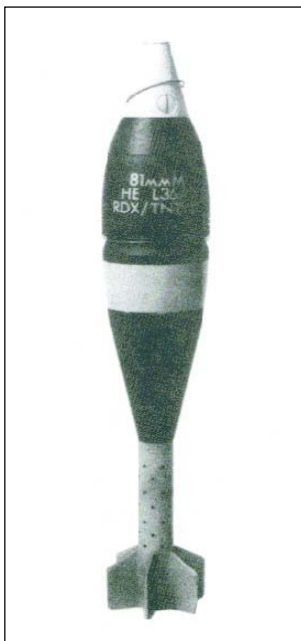

Fig 1-2. A Granada HE L36A2, Esopoleta L127
a. A explosão desta granada é letal num raio de 40 metros em torno do ponto de impacto e causa perigo em um raio de 190 metros em torno deste ponto. Alguns estilhaços poderão atingir distâncias maiores, mas eles não poderão ser considerados efetivamente. Essas distâncias sofrerão modificações em virtude da natureza dos contornos do terreno e da dureza do solo, bem como, da regulagem da espoleta (Fig 1-2).